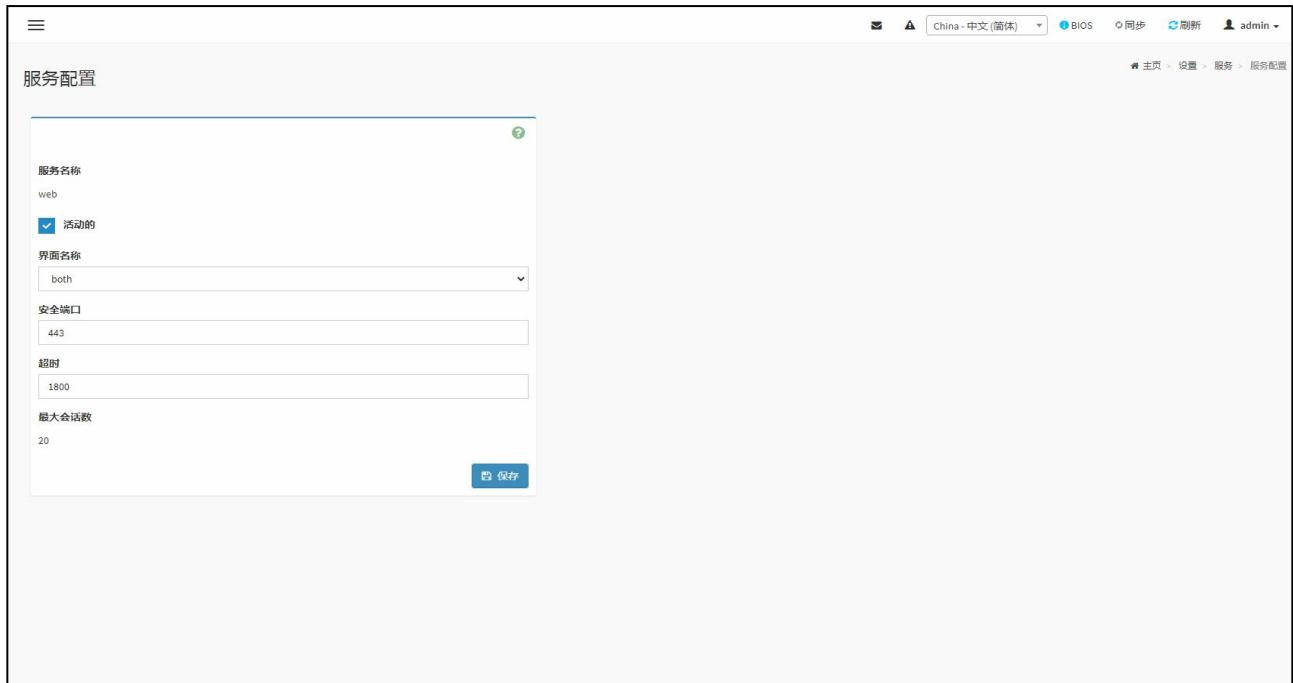

图 5.7-58：服务配置
- 这将打开服务配置屏幕，如下图的屏幕截图，如图 5.7-58